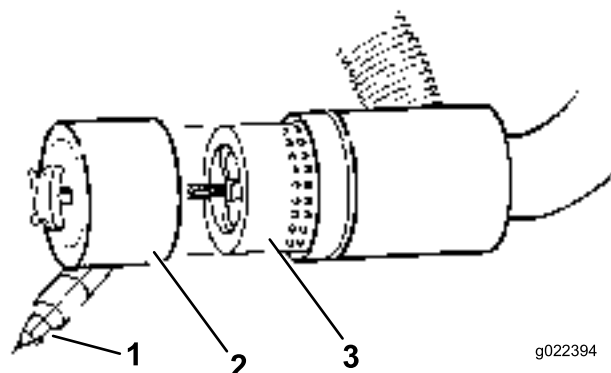

Figure 58
4. Déposez et remplacez le filtre (Figure 58).